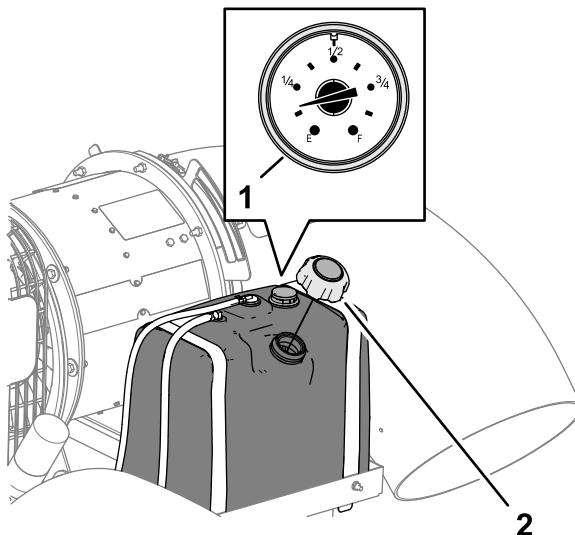

Figura 13
2. Limpe a zona em redor do tampão do depósito de combustível e retire-o (Figura 13).
- Volte a colocar o tampão do depósito de combustível (Figura 13).